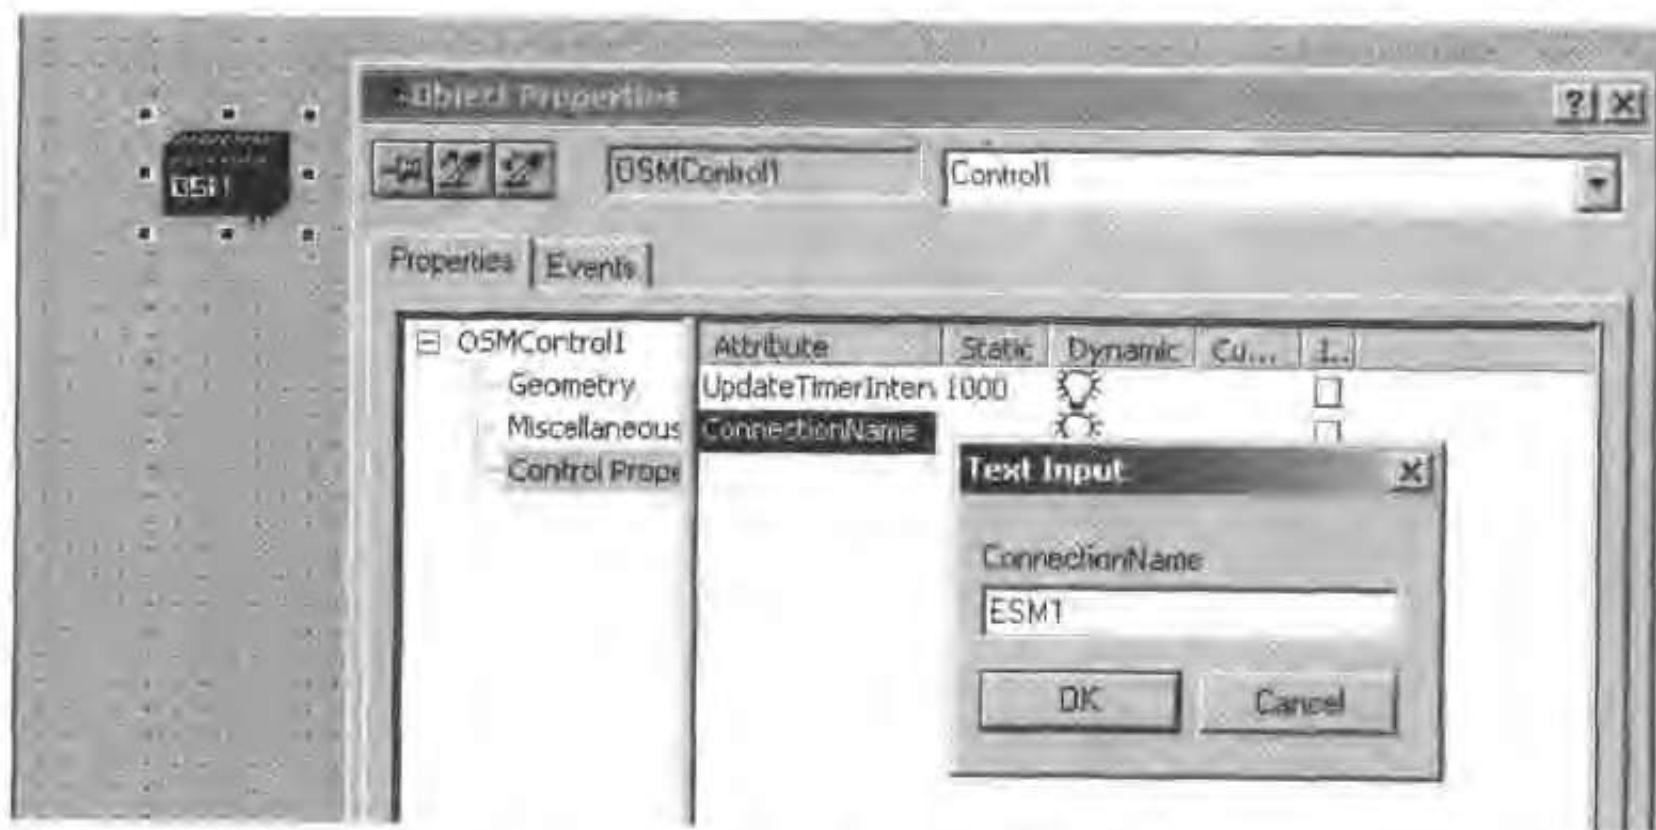

图 13-31 配置 OCX 控件属性
- 在画面中加入 OCX 控件,并在属性中填写 ConnectionName,如图 13-31 所示。